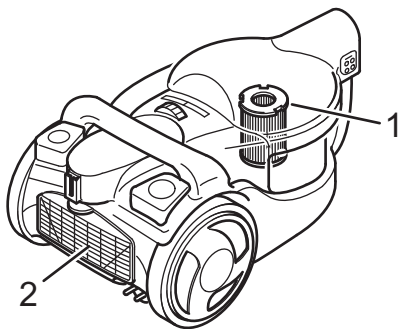

Abb. 20
- Lamellen-Zentralfilter (Abb. 20/1)
- Ausblasfilter (Abb. 20/2)